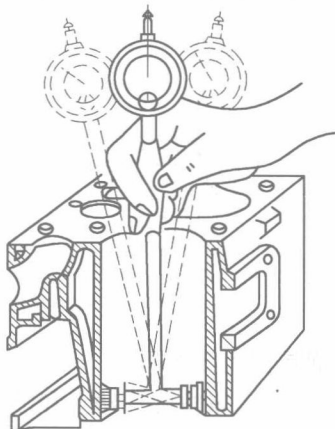

图 1-1-8 内径百分表的使用方法
(2) 使用方法
①使用内径百分表的方法如图 1-1-8 所示,一手拿住隔热套,另一只手托住百分表表杆下